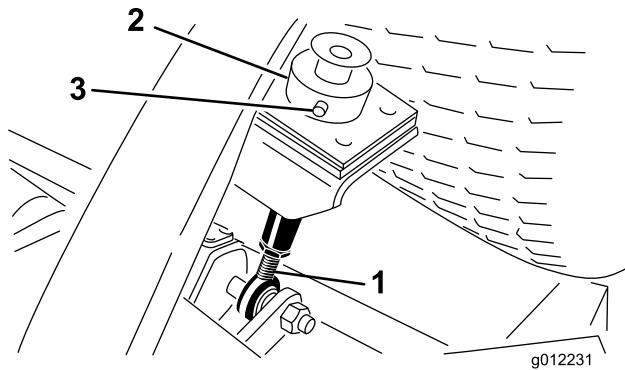
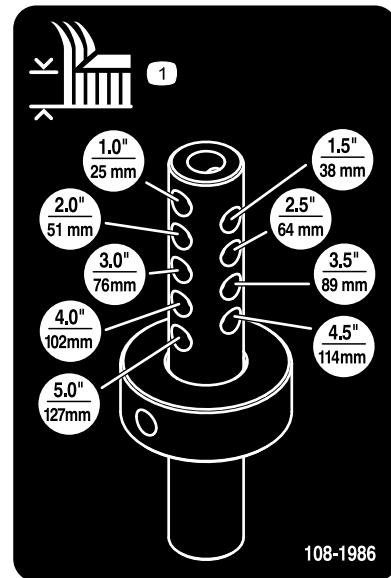

図8
図9
5. カッティングユニット後部で、刈高ロッドに刈高カラーを固定しているヘアピンとクレビスピニを外す(図8)。
6. 刈高カラーを、刈高ロッドにある希望する刈高の穴に合わせる図8と図9。